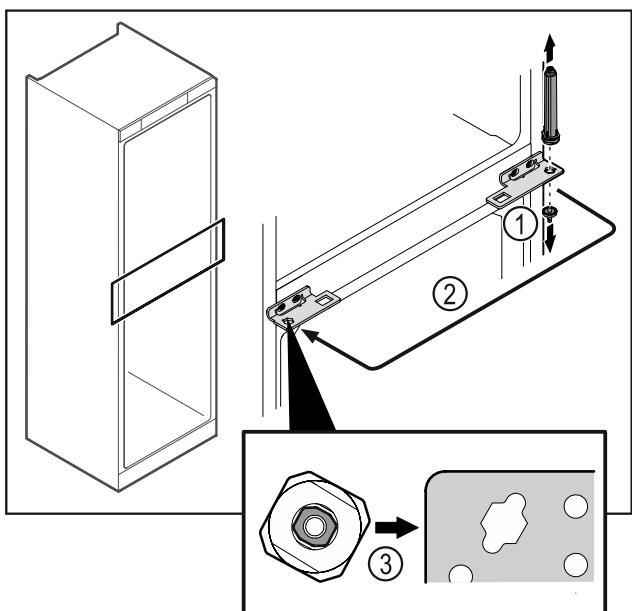

Fig. 49
- ▶ Desatornillar el perno de cierre Fig. 49 (1).
- ▶ Cambiar de posición el sistema de cierre de la puerta Fig. 49 (2).
- ▶ Al insertarlo, asegúrese de que el sistema de cierre de la puerta Fig. 49 (3) esté correctamente alineado.